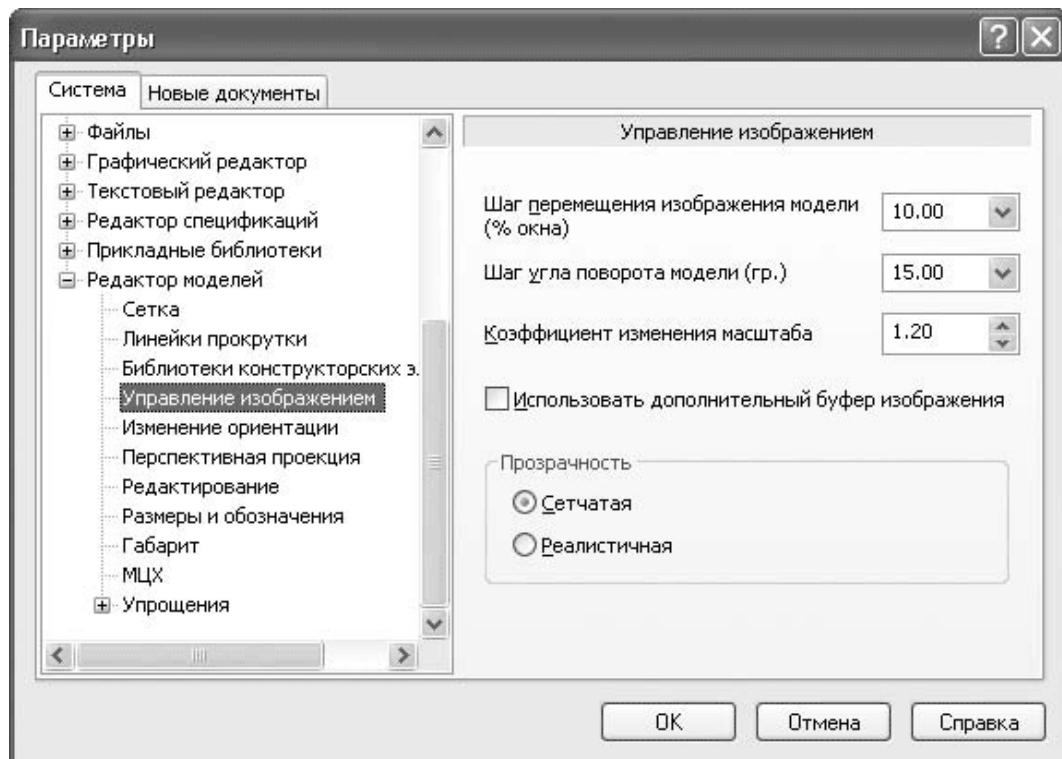

Рис. 1.61. Параметры управления изображением
- Управление изображением – предназначен для управления изображением модели в окне представления документа (рис. 1.61). В раскрывающемся списке Шаг перемещения изображения модели (%) окна) задается процентное соотношение перемещения изображение к текущим размерам окна при однократном нажатии, например, сочетания клавиш Shift+®. Точно так же можно задать шаг угла поворота модели при однократном нажатии сочетания клавиш для поворота изображения в окне. С помощью переключателя Прозрачность можно выбрать один из двух возможных способов отображения полупрозрачных моделей: сетчатая или реалистичная прозрачность;